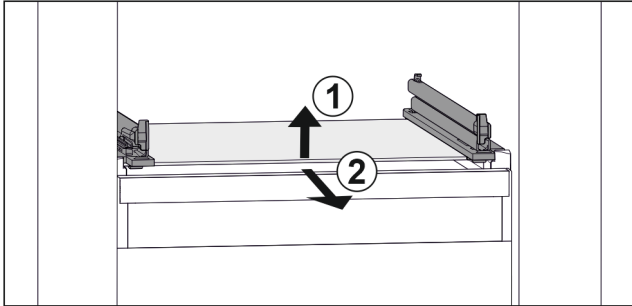

Fig. 25 Приблизне відображення скляної пластини
- ▶ Підняти скляну пластину спереду. Fig. 25 (1)
- ▶ Вийняти скляну пластину рухом вперед. Fig. 25 (2)